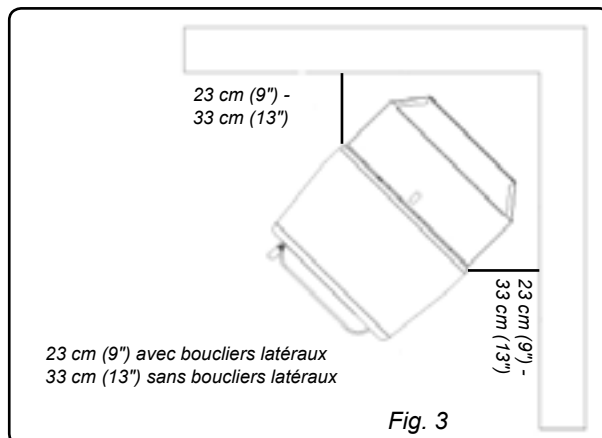

Fig. 3
**REMARQUE ne concernant que l'installation au Canada :** Selon ULC-S627-00, si le poêle est installé sur un sol combustible, une *protection de sol* incombustible doit être installée sous le poêle ; celle-ci doit dépasser d'au moins 450 mm (17,72") la face avant du poêle et d'au moins 200 mm (7,87") les autres côtés. Installez le poêle à l'écart de murs combustibles, et au moins aux distances indiquées sur les figures 3 et 4. Notez la différence de dégagement par rapport au mur latéral avec et sans boucliers latéraux.